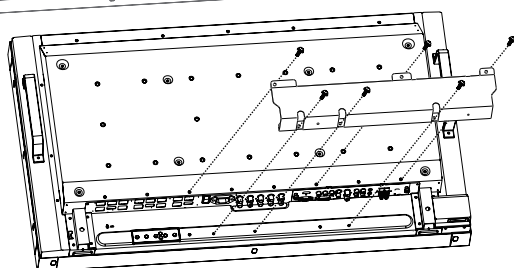

Figura 5
- Use seis de los tornillos M4x10 (incluidos) para fijar la cubierta de los cables (Figura 5).